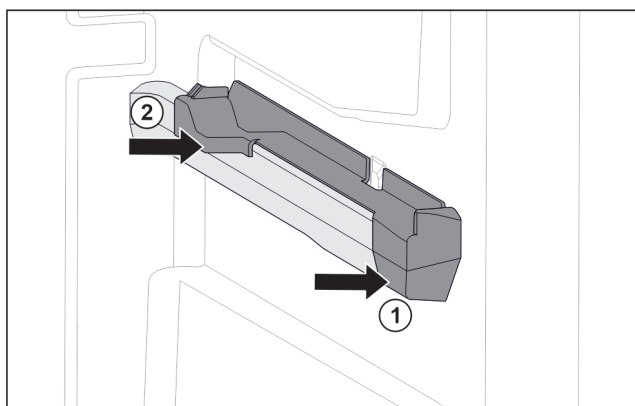

Fig. 87 Élément emboîtable sur la nervure de récipient droite
- Poser le devant de l'élément emboîtable contre la nervure de récipient. Fig. 87 (1)
- Enfoncer l'arrière de l'élément emboîtable. Fig. 87 (2)